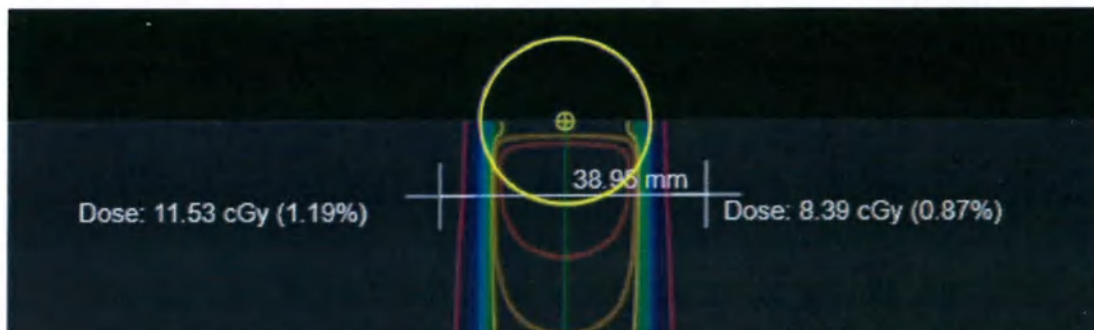

Рисунок 10.9. Расстояние между визирами
6. Используйте команду «Ctrl + щелчок правой кнопкой мыши + перетащить», чтобы отобразить измеренное расстояние между двумя визирами (см. рисунок 10.9).